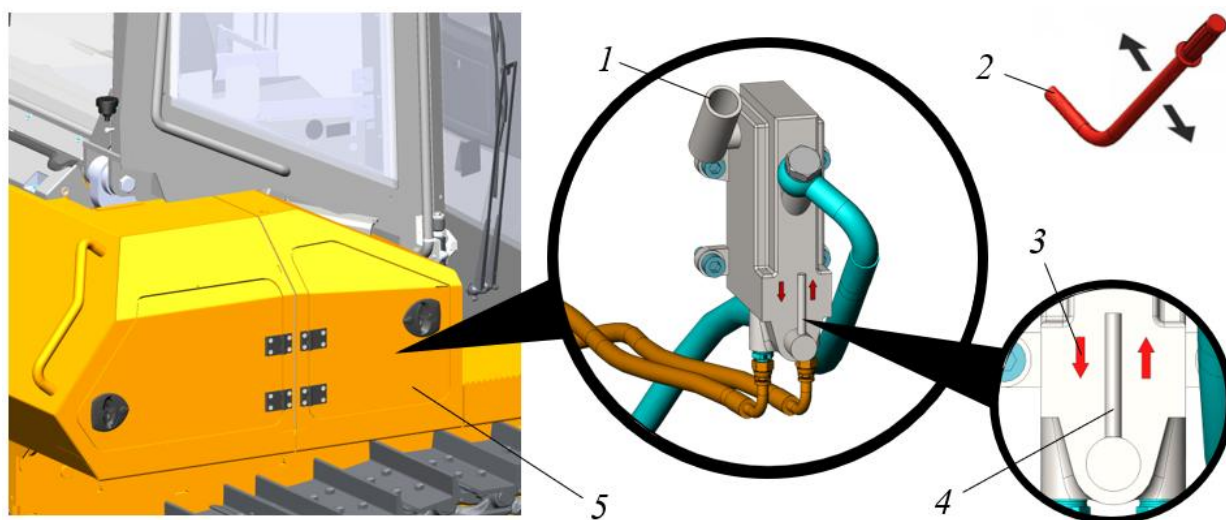

Рисунок 3.140. насос подъема кабины оператора
- ▶ Выйти из кабины, открыть дверцу ящика 5, вставить съемный рычаг 2 в держатель насоса 1, переместить флажок 4 на насосе подъема кабины в направлении вниз, см. поз. 3, рис. 3.140;